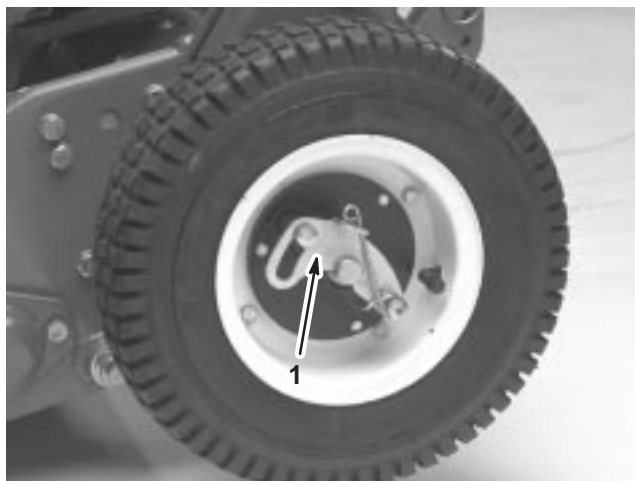

Figure 5
- Appliquez du Never-Seez sur les extrémités exposées des essieux et glissez la roue sur l'essieu (Fig. 5).
- Faites pivoter le clip de verrouillage pour l'éloigner du centre de la roue et lui permettre de coulisser plus avant sur l'essieu (Fig. 5).